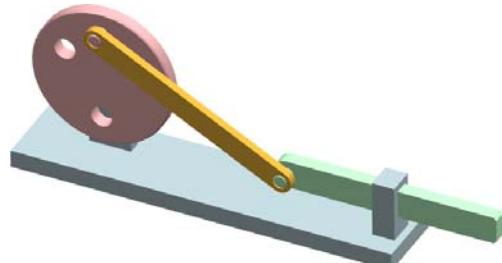

图 3.5.8 更新后的机构模型
(1) 选择下拉菜单 **分析 (A)** → **运动 (M)** →  **动画 (A)...** 命令，系统弹出“动画”对话框。
(2) 在“动画”对话框中单击“更新设计位置”按钮 ，更新后的机构模型如图 3.5.8 所示。